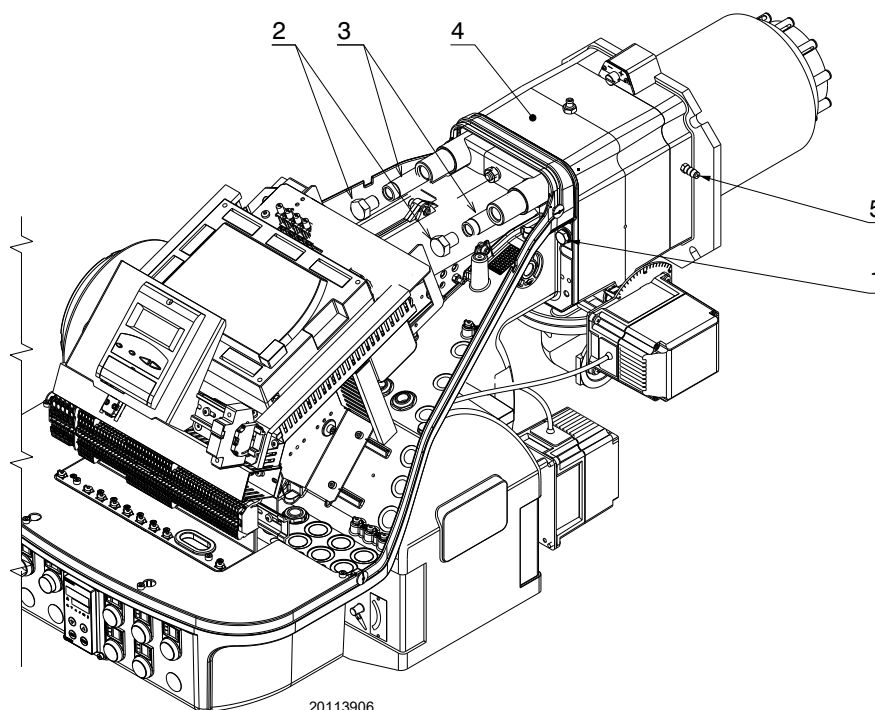

Fig. 20
- introduceți cablul sondei și cablul electrodului și apoi glisați arzătorul până la manșon, arzător în poziția ilustrată de Fig. 20;